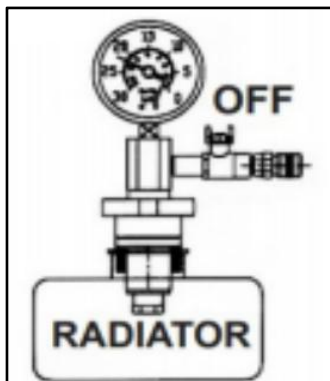

FIG. 3
3. 5 Laissez le niveau de vide atteindre environ 20-25 poHg (50-60 cmHg) et fermez la vanne (Fig. 3).